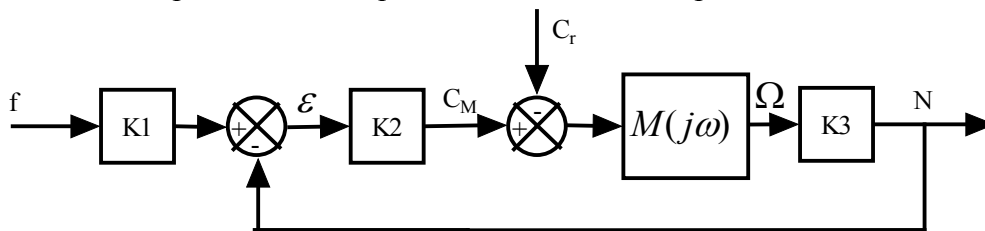

figure 5 : schéma block de l'asservissement
- 4.3. Exprimer analytiquement et numériquement les différents éléments du schéma block décrit figure 5.